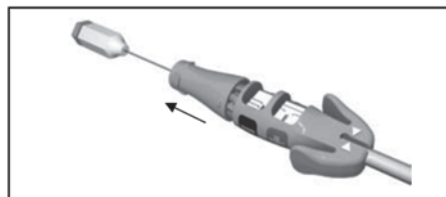

図4: 固定つまみのロックが解除された状態
- (2) リードを血管に挿入する前に、スクリューがリードのチップ部に格納されていることを確認する。
- (3) 固定つまみをターミナルツールから離し、ロックを解除する(図4)。